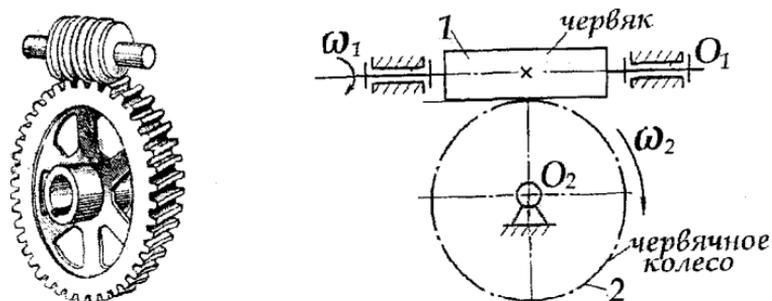

Рис. 4. Вид и схема червячной передачи
- 1) червячные (рис. 4); червяк представляет собой однозаходный или многозаходный винт, может быть цилиндрическим или глобоидным;